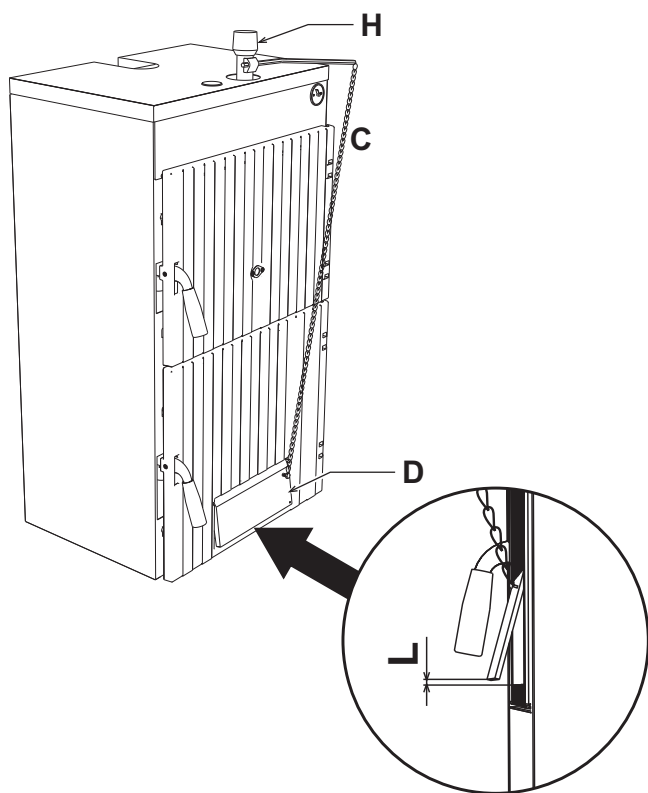

fig. 2 - Installation
2. Monter le régulateur thermostatique "H" fig. 2.
4. Régler la vis de réglage du volet de prise d'air de façon qu'avec le volet en appui il reste un passage d'air d'environ 1 - 2 mm maximum. Avec la chaudière froide, positionner le thermostat de réglage sur 60°. Accrocher la chaînette "C" à l'œillet "D" du volet de prise d'air, en réglant la longueur de façon que le passage de l'air "L" () soit environ 15 mm pour fig. 2 "coke III" et 2 mm pour "bois".
Tourner le vis de réglage du volet de prise d'air de manière à ce que lorsque ce dernier est appuyé, il reste toujours un passage d'air d'environ 1 - 2 mm maximum. Positionner le thermostat de réglage sur 60 °C alors que la chaudière est froide. Accrocher la chaînette à l'œillet approprié du volet de prise d'air : sa longueur doit être réglée de manière à ce que le passage de l'air "L" (fig. 2) soit de 15 mm environ pour le "coke III" et 2 mm pour le "bois".